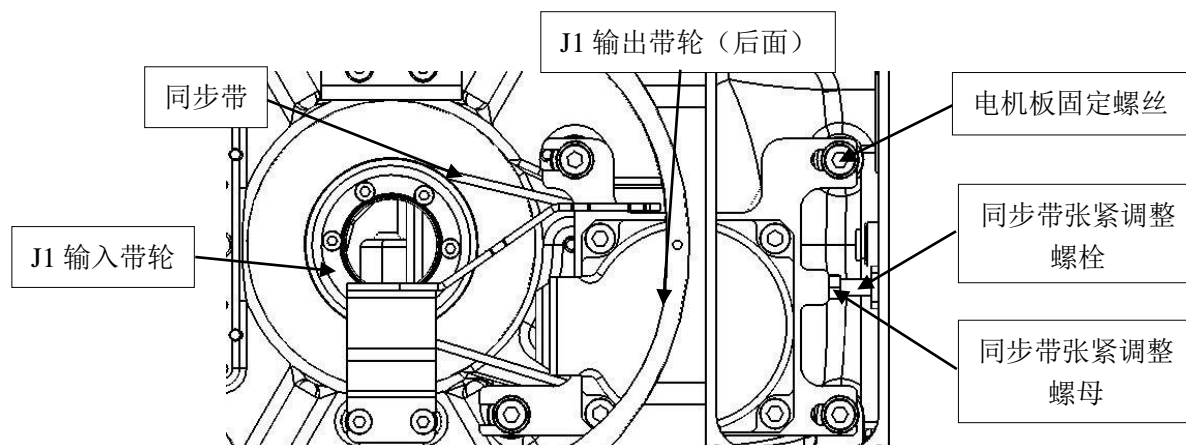

图 4.7 J1 关节同步带维护示意图
- (1) 执行上述“J1 关节同步带的点检”中的 (1) (2) 步骤。
- (2) 稍微拧松图 4.7 中的 4PCS 电机板固定螺丝。
- (3) 拧松用于固定同步带张紧调整螺栓的调整螺母，拧动同步带张紧调整螺栓，进行同步带张力的调节。
- (4) 当认为同步带张紧程度满足要求时，将 4PCS 电机板固定螺丝拧紧，拧紧力为 8NM。
- (5) 利用音波张力仪检测此时同步带频率是否达到表 4.4 中的频率要求，若达到，拧紧调整螺母，此次同步带调整结束，若没达到重复 (2) - (5) 步骤。